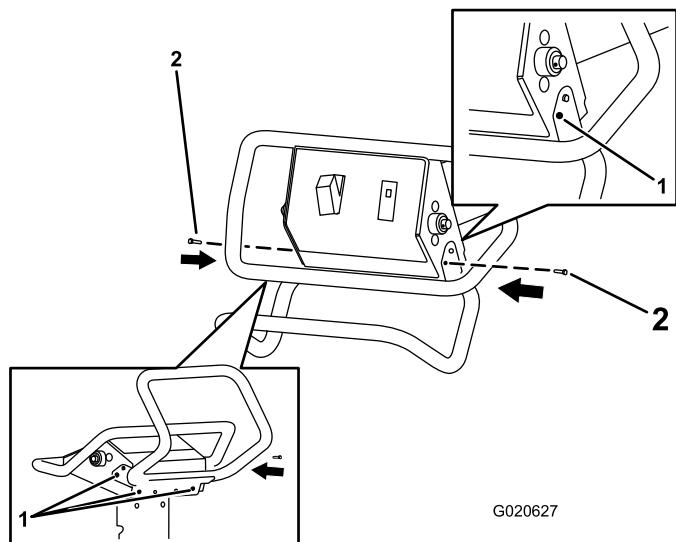
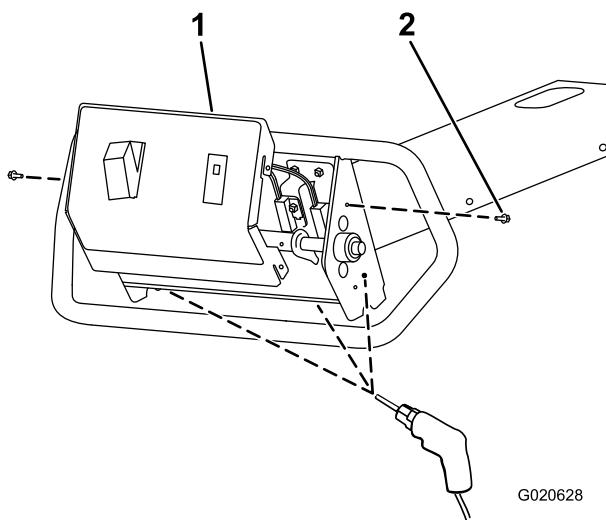

図 2
図 3
5. 六角ヘッドボルト（#10-24 x 3/4 インチ）2本を使って、図 2に示すように、ハンドルをフレームに固定する。
1. 六角ヘッドボルト（#10-24 x 1/2 インチ）2本を外す（図 3）。
2. フレームから、コントロールカバーを外す（図 3）。
3. コントロールカバーについている、スイッチ用およびランプ用のワイヤハーネスを外す（図 3）。
1 フレームにマーキングを行う（ページ 1））でマーキングしたフレームの4個所それぞれに、ドリルで直径10mmの穴を開ける；図 2 および図 3も参照のこと。